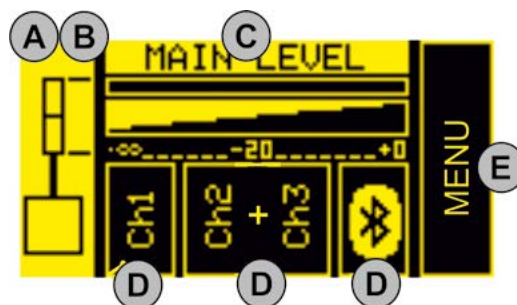

Figure 1
Dans la page d'ACCUEIL (figure 1), il est possible d'effectuer des opérations fondamentales, telles que :
- A. à l'aide du bouton [5], sélectionner la case à gauche (figure 1) de manière à la marquer (la mettre en évidence). Confirmer et tourner le bouton pour sélectionner la configuration recherchée. Il est possible de configurer le système ES1203 comme :
- **DOUBLE COLONNE STÉRÉO MASTER LEFT (ML)**
- **DOUBLE COLONNE STÉRÉO SLAVE LEFT (SL)**
- **DOUBLE COLONNE STÉRÉO SLAVE RIGHT (SR)**